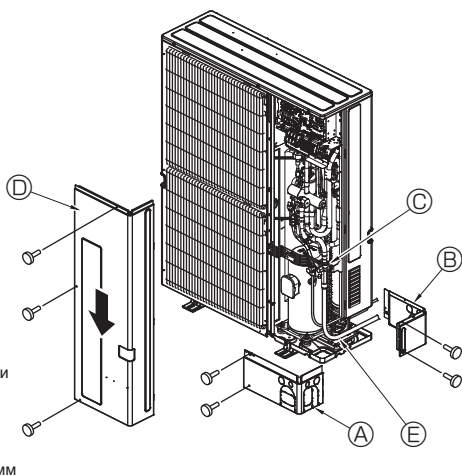

Fig. 4-8
4.5. Труба холодоагенту (Fig. 4-8)